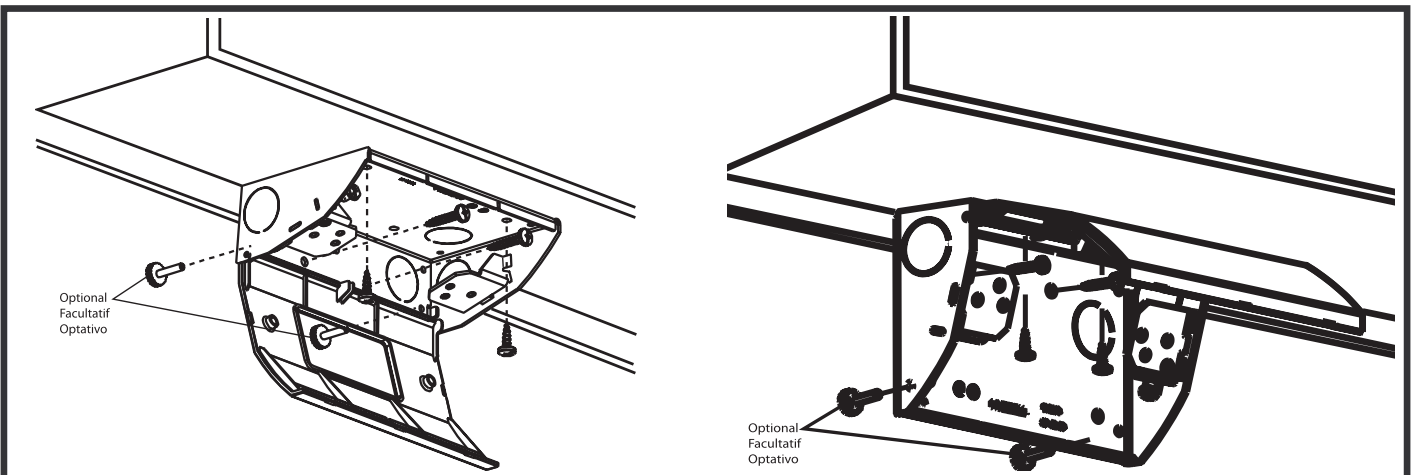

FIGURE 2
- b) Wall Mounting (Fig. 2).
- b) Montage sur le mur (Fig. 2).
- b) Montaje en la pared (Fig. 2).